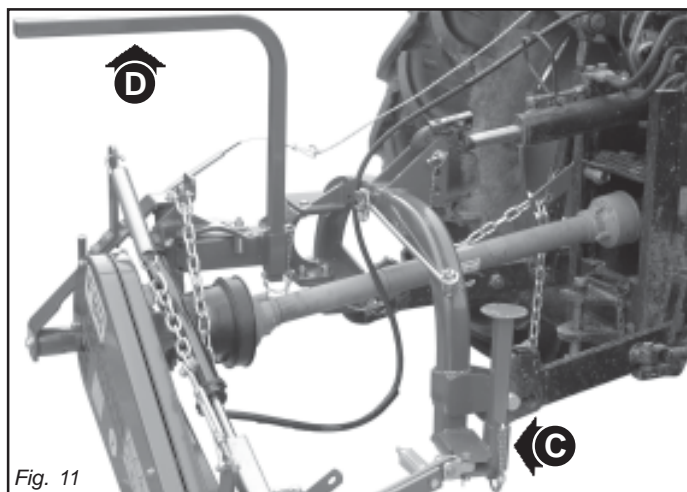

Fig. 11
- 48) Avant de mettre la faucheuse en marche, contrôlez que les supports (C et D, Fig.11) sous la faucheuse ont été enlevés; contrôlez que la faucheuse a été montée et réglée correctement; vérifiez que la machine est en parfait état et que tous les organes sujets à usure sont en bon état.